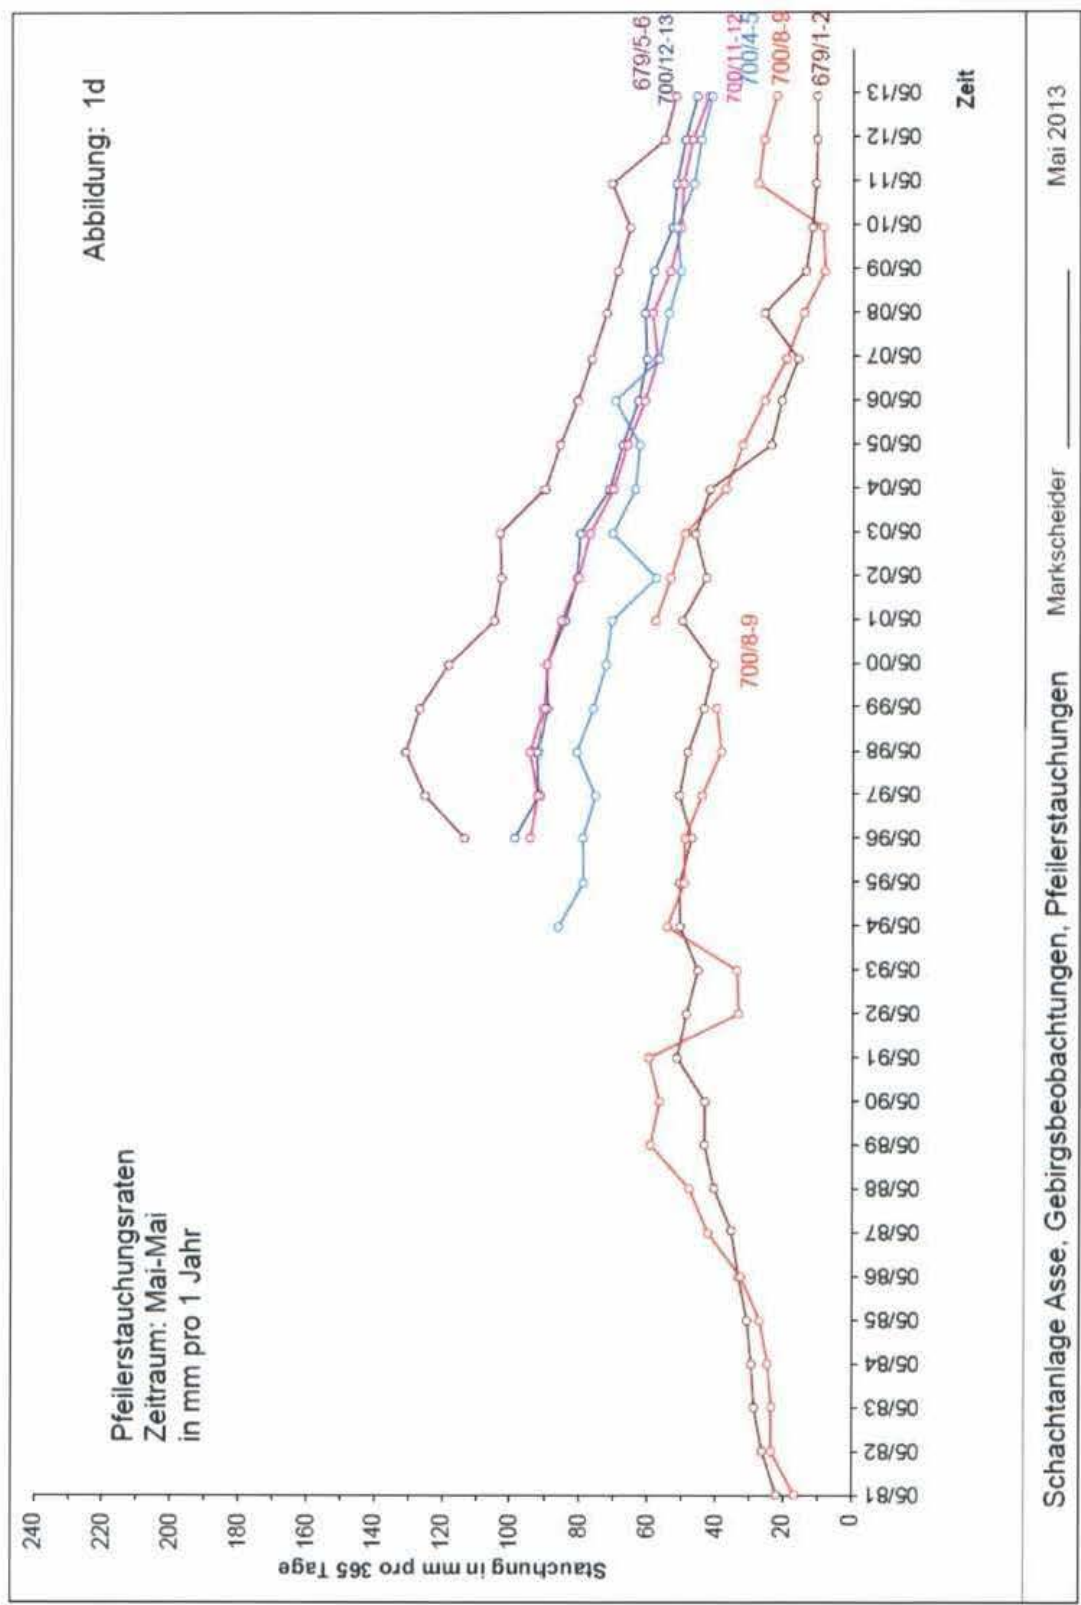

Abbildung 1d: Pfeilerstauchungsraten 679- und 700-m-Sohle [mm/a]
- Abbildung 1d: Pfeilerstauchungsraten 679- und 700-m-Sohle [mm/a]